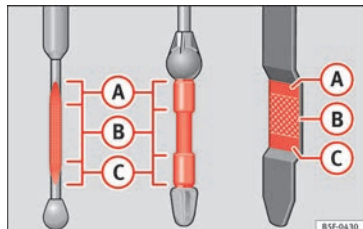

Fig. 235 Vareta de medição do nível de óleo.
- Em seguida, retire-a novamente e verifique o nível do óleo » **Fig. 235**. Caso seja necessário, reponha óleo do motor.